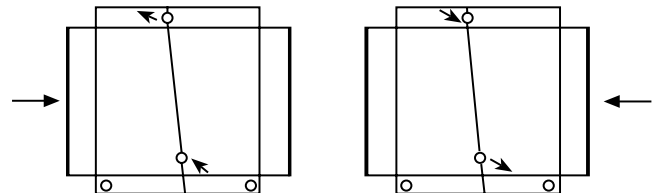

Fig 1b
- For TBKC påvirkes batteriets kapasitet i liten grad av luftretningen. Inngående kjølemedium koples til i batteriets øvre tilkopling i.h.t. fig. 1b.